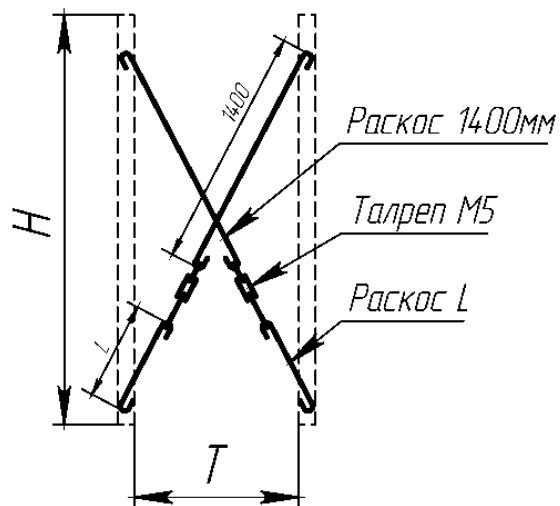

Рис. 4 – Схема сборки крестовины жесткости
- 3.4. После установки полок произведите установку раскосной системы (крестовин жесткости), согласно рис. 4; Крестовина жесткости состоит из двух раскосов и одного талрепа (рис. 4);